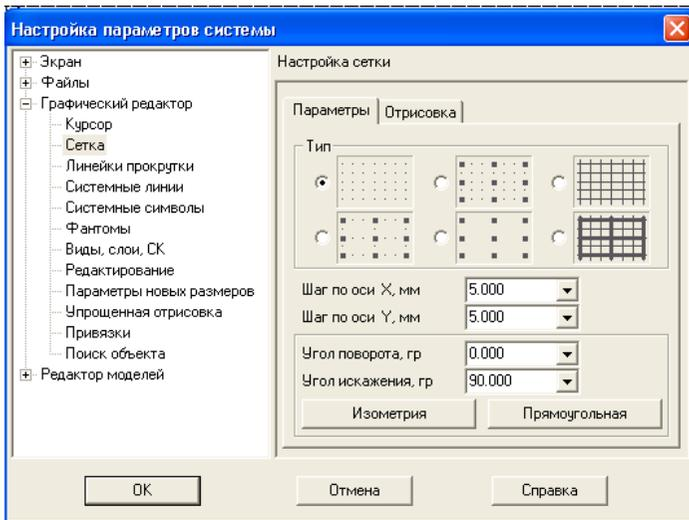

Рис. 12
3. В окне диалога Настройка параметров текущего окна установите параметры сетки по оси  $X=5\text{мм}$ , по оси  $Y=5\text{мм}$  и нажмите кнопку ОК (рис. 12).